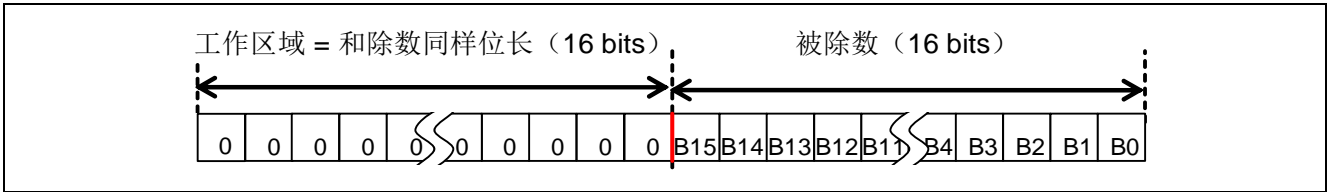

图 3.2 运算的预准备
(1) 为了执行使用重复减法的除法，为被除数的高位准备一段和除数同样位长的工作区域并且预先清“0”（参照图 3.2）。